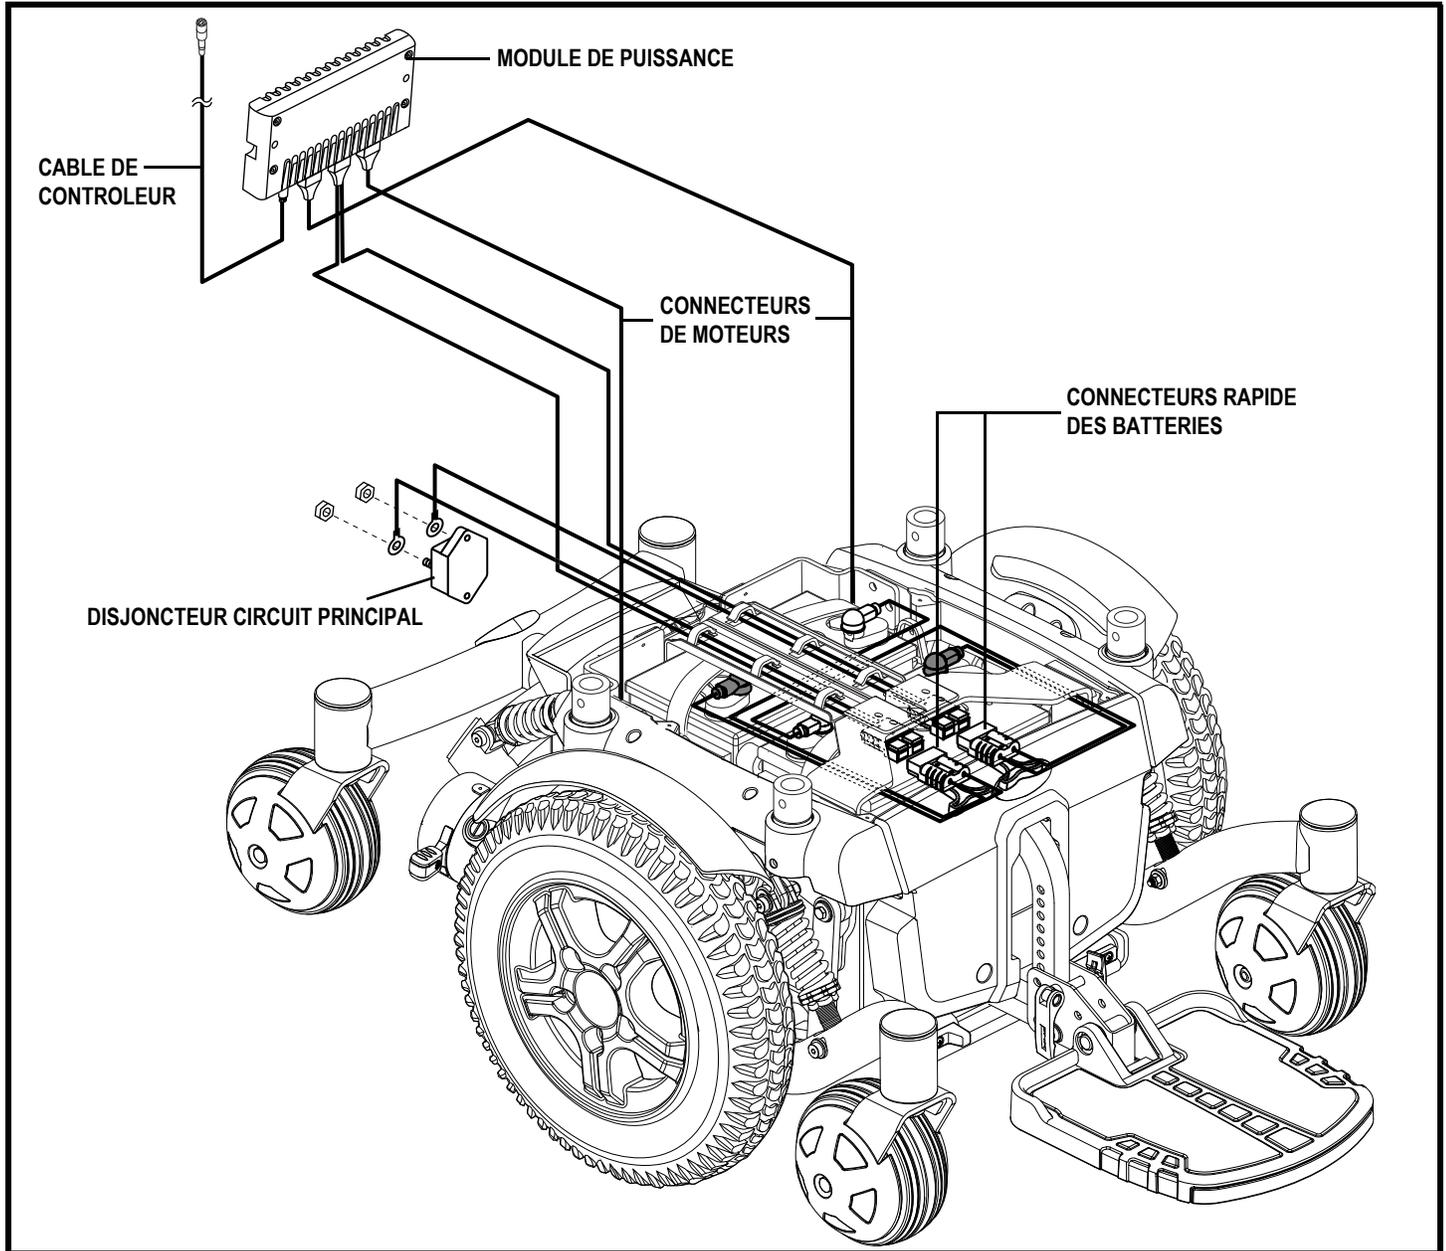

Figure 7. Composantes électroniques du Quantum 6000Z
Les composantes électriques sont le contrôleur, les batteries et les moteurs. Les batteries, les moteurs et le module d'alimentation du contrôleur (si équipé) sont situés sur la base motorisée. Le contrôleur est situé sur le module de siège. Les composantes sont reliées entre elles à l'aide de un ou plusieurs câbles. **Voir la figure 7.**
6. Branchez le/les connecteur du contrôleur dans la base motorisée. **Voir la figure 7.**
4. Débranchez le/les connecteur(s) du contrôleur de la base motorisée. **Voir la figure 7.**